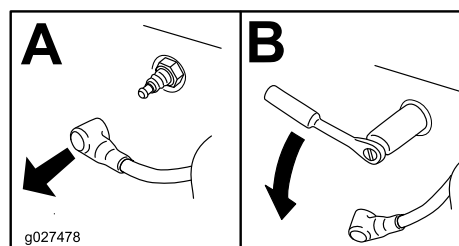

Figure 37
2. Déposez la bougie, comme montré à la Figure 37.